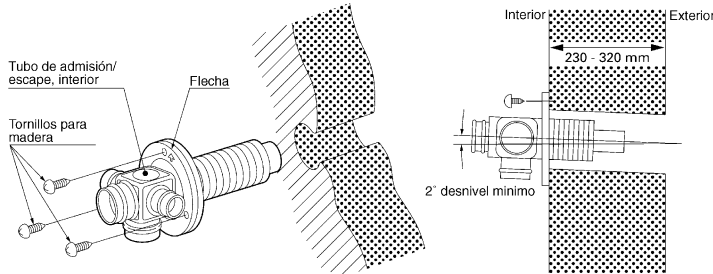

Fig. 7
- a. En caso de que el espesor del muro sea de 230 a 320 mm. Desde el interior, inserte el tubo de admisión/escape parte interior, a través del agujero. Asegúrese que la flecha del tubo apunte hacia arriba. Asegure el tubo a la pared con tres tornillos para madera (Ver Fig.7).